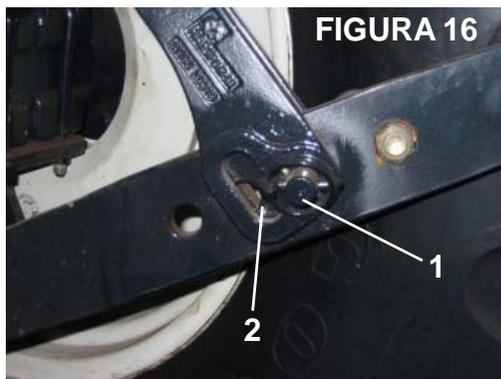

FIGURA 16
- Para plantio em terrenos com declividade acentuada é necessário deixar a conexão da barra dos braços inferiores do trator com seu suporte de levante no furo oblongo. **FIGURA 16.**